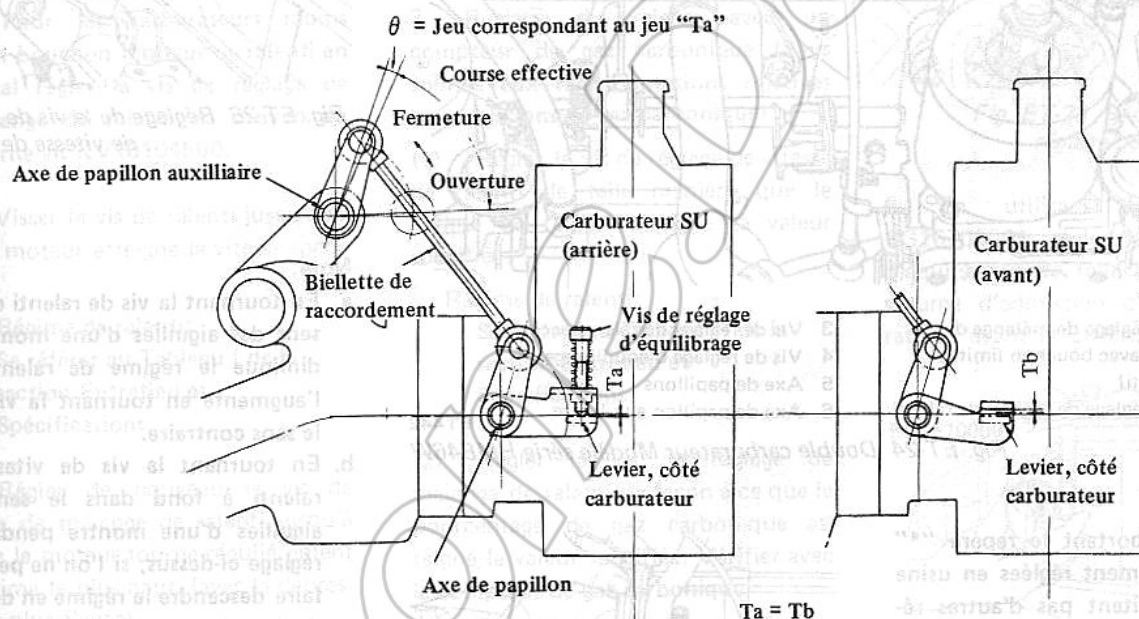

Fig. ET-21 Tringlerie de commande du carburateur
a. L'axe de papillon auxiliaire doit avoir une jeu " " correspondant au jeu $T_a = T_b$ indiqué sur la Fig. ET-21.
a. L'axe de papillon auxiliaire doit avoir un jeu " θ " correspondant au jeu $T_a = T_b$ indiqué sur la Fig. ET-21.